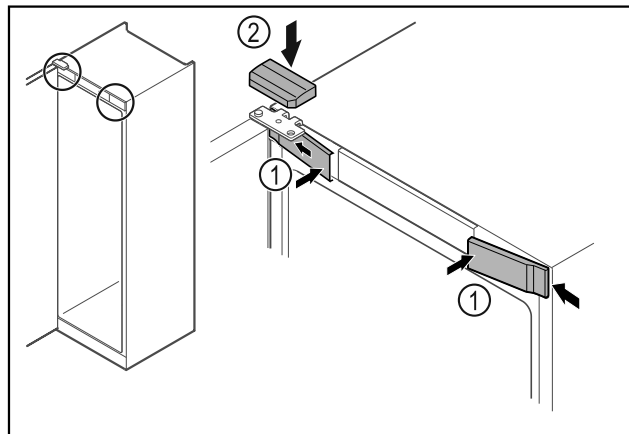

Fig. 68
- Přední kryty Fig. 68 (1) bočně zahákněte a zaklapněte.
- Horní kryt Fig. 68 (2) shora zaklapněte.